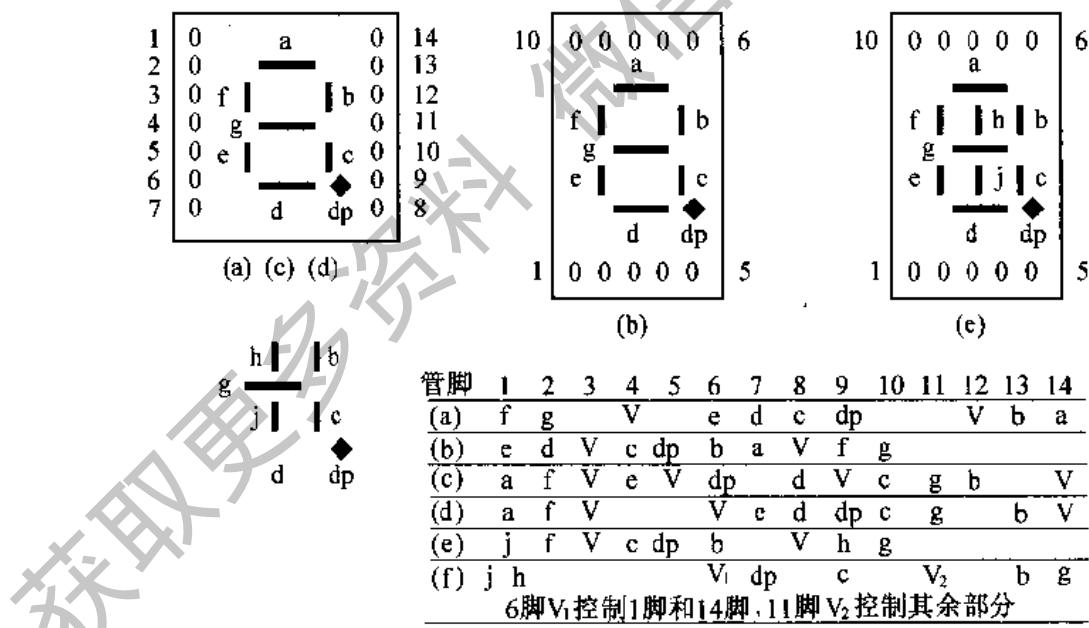

图3.8 LED数码管和符号管的引线排列
①发光二极管符号管和数码管的颜色与发光二极管相同，主要有黄、橙、绿、红四种。
②发光二极管符号管和数码管也分共阴极和共阳极两种。对于共阴极结构，笔划段电极加高电平点亮；对于共阳极结构，笔划段电极加低电平点亮。如果不清楚一种发光二极管符号管和数码管的结构和引出电极，可以用万用表的Ω档测试，不过亮度低些；也可用5V直流电源和一只300Ω电阻器测试确定。
③发光二极管符号管和数码管的形状都是矩形，引出线的位置在上下两侧，或者在左右两侧。引出线在上下两侧的，公共电极，即共阳极和共阴极，用V表示图3.8中，一般都在上侧和下侧的中间。符号和数码的高度尺寸是7.6、12.7、16.0、25.4mm等，是按英寸划分的，1吋的是25.4mm，0.5吋的是12.7mm。管脚间距都是0.1英寸，即2.54mm，与双列直插集成电路的封装的管脚间距一样。发光二极管符号管和数码管的外形尺寸稍大于符号和数码字形的尺寸。
④佛山光电器件厂生产的数码管的型号为FR-×××，符号管为FR-F×××。